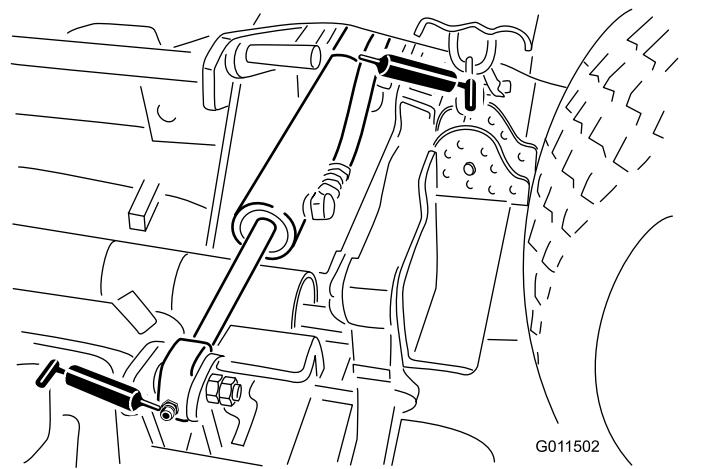

Figure 65
- 4 vérins de levage de plateau latéral (Figure 65)